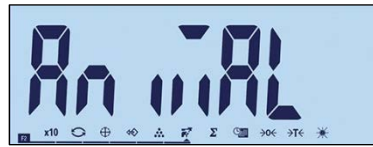

Abbildung 3-41: Konfiguration der Funktionstaste 2
- Die Funktionstasten können auch im Hauptbildschirm konfiguriert werden. Halten Sie die zu konfigurierende Funktionstaste gedrückt, um den Konfigurationsbildschirm aufzurufen (Abbildung 3-40, Abbildung 3-41).